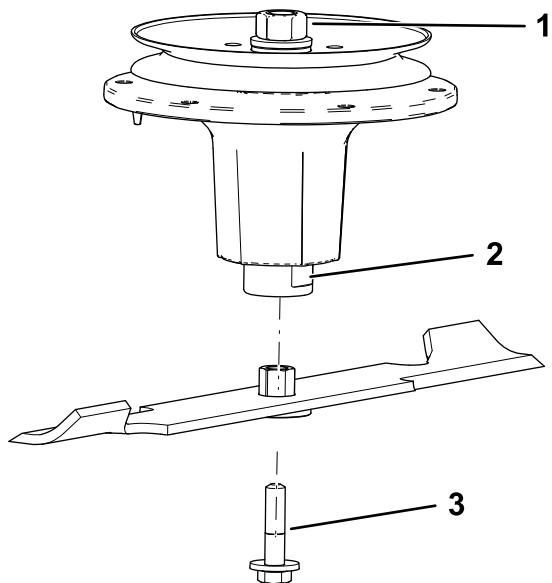

Figure 101
- 2. Installez l'ensemble douille et lame sur l'axe de pivot (Figure 101).